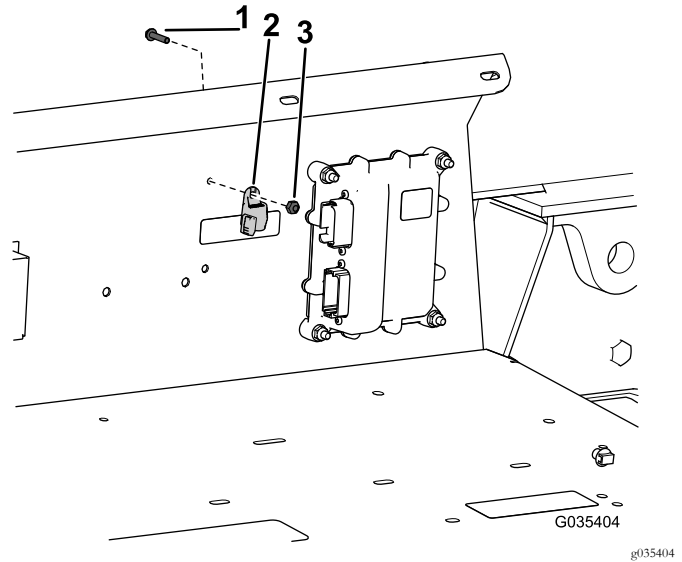

Bild 7
4. Nehmen Sie die Kabelbaumkappe (Bild 7) vom Kabelbaum ab.
5. Befestigen Sie die Kabelbaumkappe mit einer Schraube (Nr. 10) und Sicherungsmutter an der Schutzvorrichtung des Kotflügels, wie in Bild 7 abgebildet.